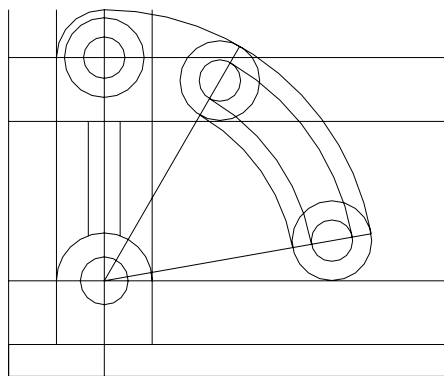

Figura 4.15 – Complementação do furo.
29. Usando ainda o comando ARC, da mesma maneira que no passo anterior, complemente o furo que está sendo construído (figura 4.15).